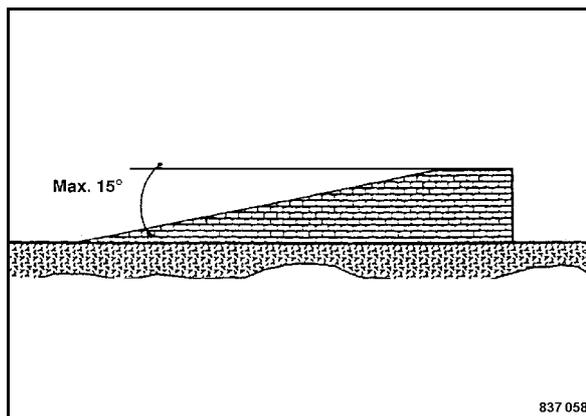

Fig. 138
- Rispettare la pendenza massima ammessa (Fig. 138).